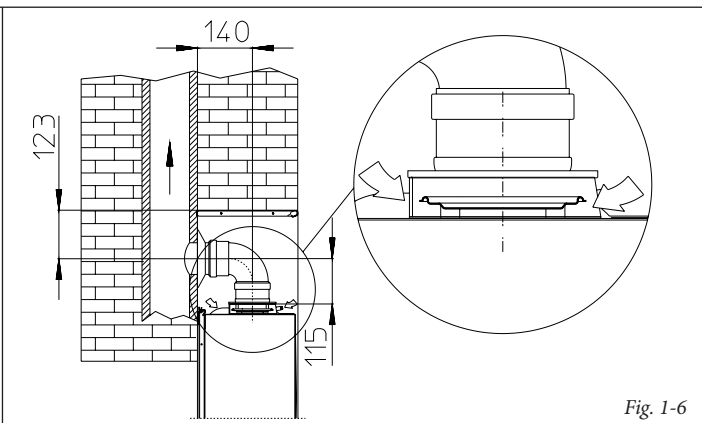

Fig. 1-6
- **Installazione distanzieri.** La caldaia Extra Intra Star ha in dotazione di serie 4 distanzieri i quali vanno inseriti tra la caldaia e i due tappi della camera stagna in modo da poter far arrivare aria comburente alla caldaia direttamente dal luogo di installazione (Fig. 1-6).